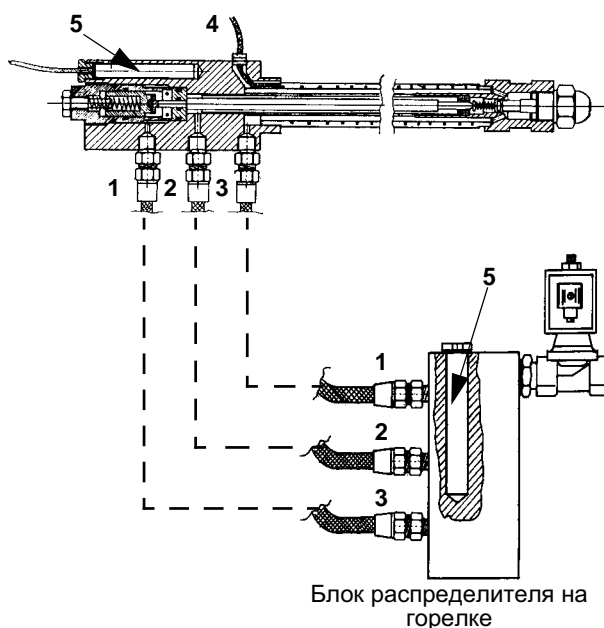

Рис. 27
- Открутить мазутные соединительные детали Е, которые крепят мазутные шланги к фурме, и снять полностью весь узел, как показано на Рис. 27.